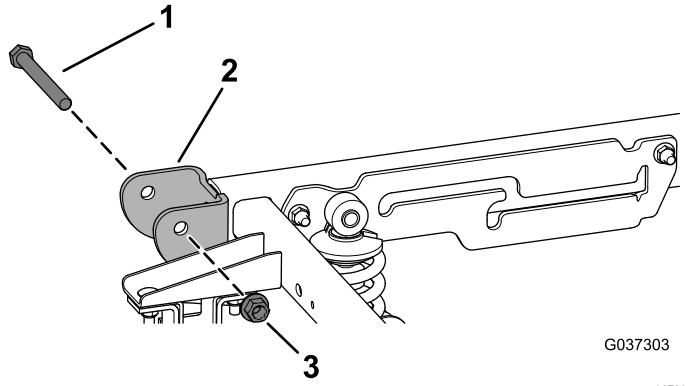

Bild 4
5. Entfernen Sie die beiden Lagerschrauben ($1/2" \times 4 1/2"$) und die beiden Sicherungsmuttern ($1/2"$) aus der Schwenkhalterung an der Rückseite der Maschine (Bild 4).